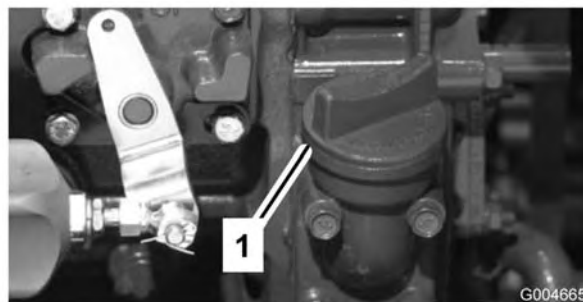

Figura 6
4. Si el nivel de aceite está por debajo de la marca Lleno, retire el tapón de llenado (Figura 6) y añada aceite hasta que el nivel llegue a la marca Lleno. **No llene demasiado.**